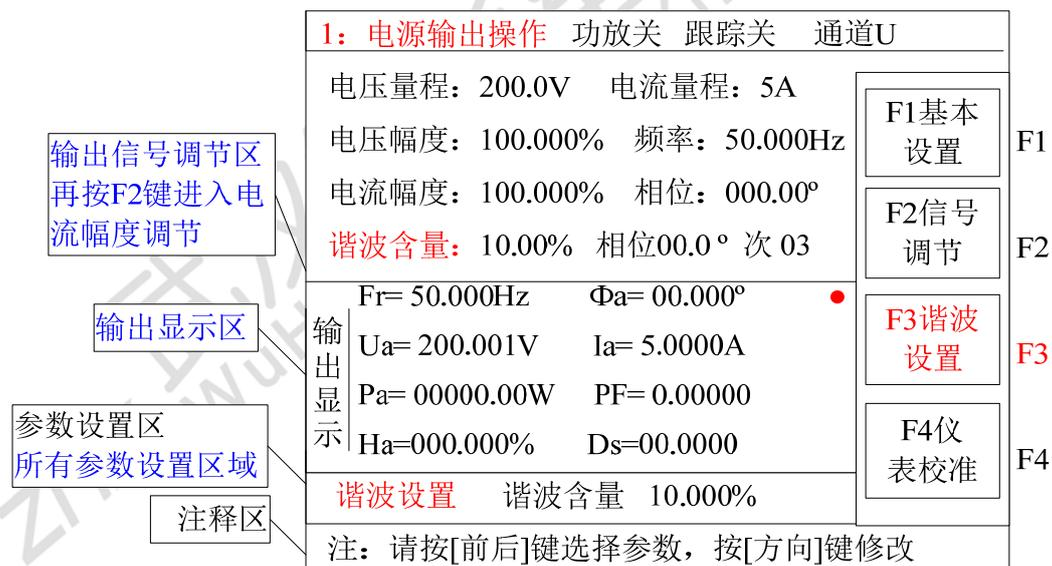

图 12
4. 谐波设置如图 12
- a. 谐波含量设置: 按【F3】键，根据图 12 谐波含量显示改变红色字体。设置区（光标在当前选项处闪动）“谐波设置 谐波含量: 10.000%”，（0-30%设置）在参数设置区用方向键可改变含量大小，按【确认】键执行。